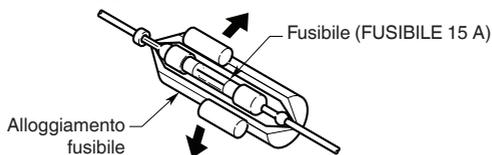

Figura 8
4. Per sostituire il fusibile, rimuovere quello bruciato nella parte posteriore dell'unità e inserire quello nuovo. (Figura 8)